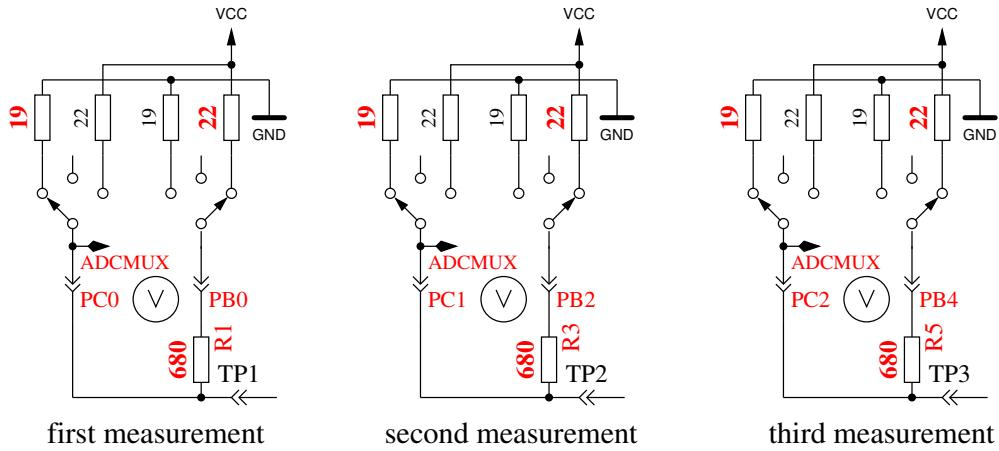

Abbildung 5.63. Messung des Innenwiderstandes von auf GND geschalteten Port-C-Ausgängen.
5. Dieser Schritt testet die **Fähigkeit von mit GND (-) verbundenen $470k\Omega$ -Widerständen (H) die Testpins auf GND zu ziehen**. Zeile 1 zeigt den Text „RH-“. Zeile 2 sollte für alle drei Pinne Null mV anzeigen.
6. Dieser Schritt testet die **Fähigkeit von mit VCC (+) verbundenen $470k\Omega$ -Widerständen (H) die Testpins auf VCC zu ziehen**. Zeile 1 zeigt den Text „RH+“. Der bestmögliche mV Wert für die drei Messungen wäre 0 in Zeile 2, da die Diffenz zu VCC dargestellt wird. Große Abweichungen vom Idealwert für Schritt 5 und 6 sind Fehler wie Isolations-Problem, Flussmittelreste oder beschädigter Port.
8. **Messung des Innenwiderstandes eines auf GND geschalteten Ausgangs.** Dieser und die folgenden Schritte werden nur bei gewählter AUTO_CAL-Option durchgeführt. Die internen Port-C-Widerstände von auf GND (-) geschalteten Ausgängen werden mit dem Strom der nach VCC (+) geschalteten 680Ω Widerstände gemessen, siehe Abbildung 5.63. Es werden nur die drei Pins des ADC-Ports vermessen, die Widerstands-Ports PB0, PB2 und PB4 können nicht ohne Veränderung der Hardware gemessen werden. Es wird angenommen, dass die Port-widerstände von unterschiedlichen Ports nahezu identisch sind. Der Widerstandswert wird im nächsten Schritt mit ausgegeben.